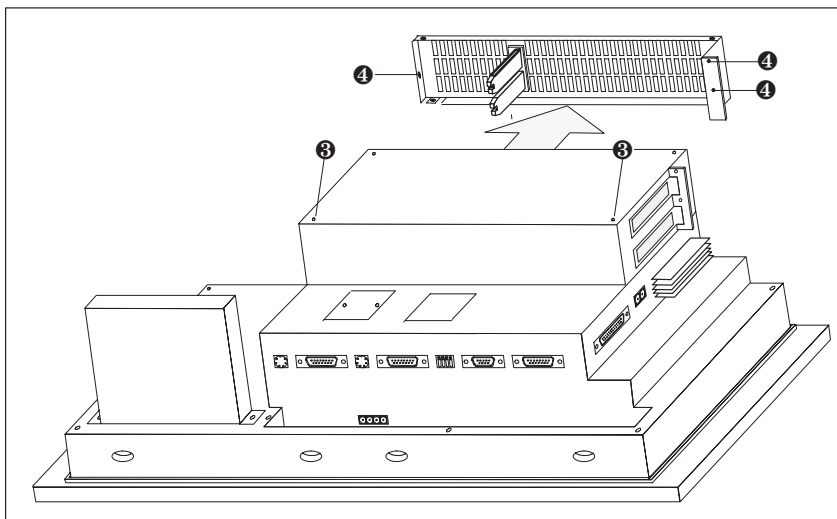

Figura 18-2 Quitar la pieza lateral
4. Fije la ranura de ampliación AT solamente con dos de los cuatro tornillos adjuntos ③ en el OP (figura 18-2).
5. Afloje los tres tornillos ④ marcados en la figura 18-2 y quite la pieza lateral.